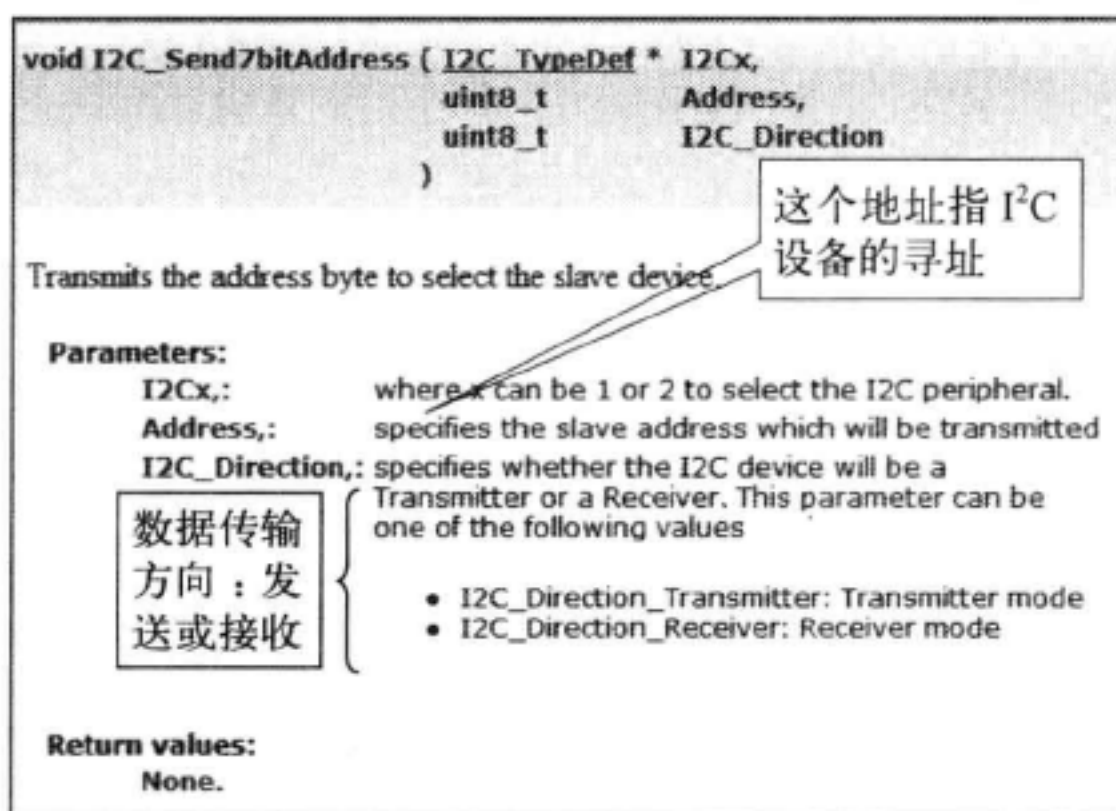

图 14-10 I2C Send7bitAddress 函数说明
2) 第 23 行, 调用库函数 I2C_Send7bitAddress() 把前面条件编译中赋值的变量 EEPROM_ADDRESS 地址通过 I²C1 接口发送出去, 数据传输方向为 STM32 的 I²C 发送数据 (I2C_Direction_Transmitter)。其中的 EEPROM_ADDRESS 地址是指 EEPROM 作为挂载在 I²C 总线上设备寻址, 而不是 EEPROM 内存储矩阵的地址。本库函数的说明见图 14-10。